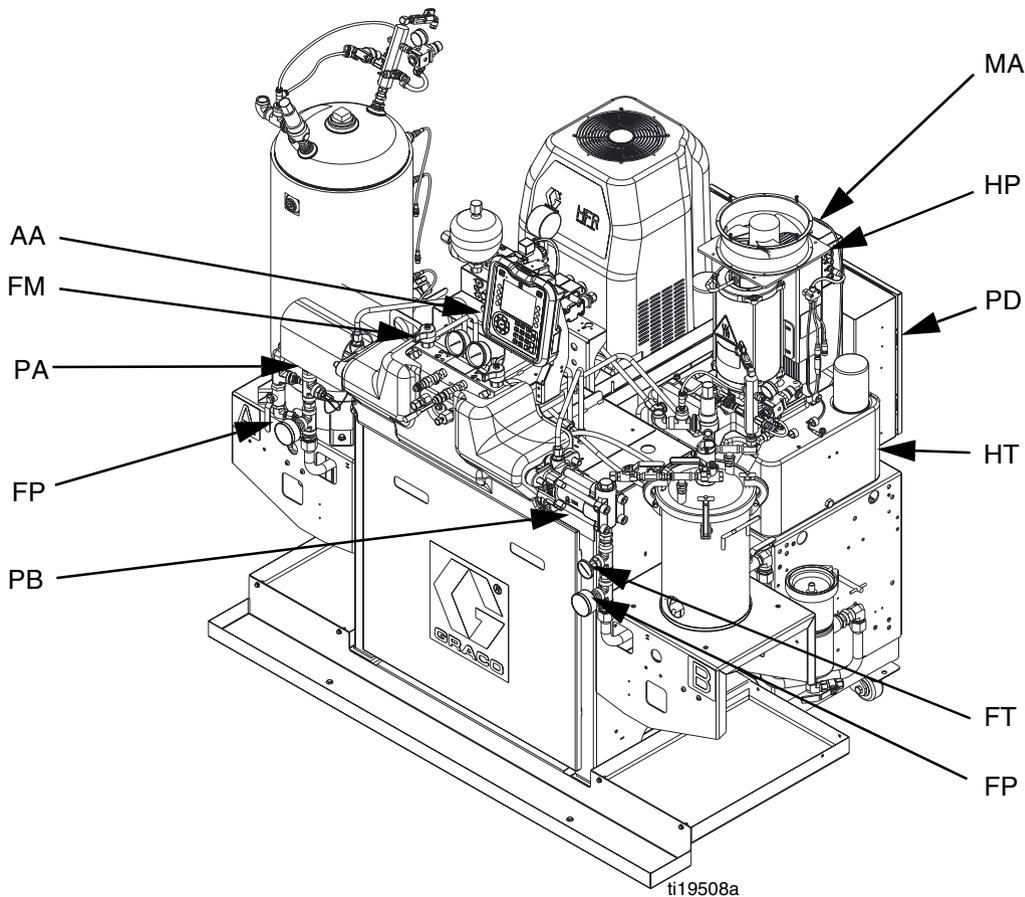

FIG. 2 : Identification de composant, modèle chauffé illustré sans protections
Légende de la FIG. 2 et la FIG. 3.
Pour connaître l'emplacement du MCM, recherchez la référence MA dans la FIG. 2 page 14. Lorsqu'il est installé, l'extrémité du MCM avec le raccord d'entrée d'alimentation électrique (12) est orientée vers le bas et l'extrémité avec le capot d'accès (A) est orientée vers le haut.